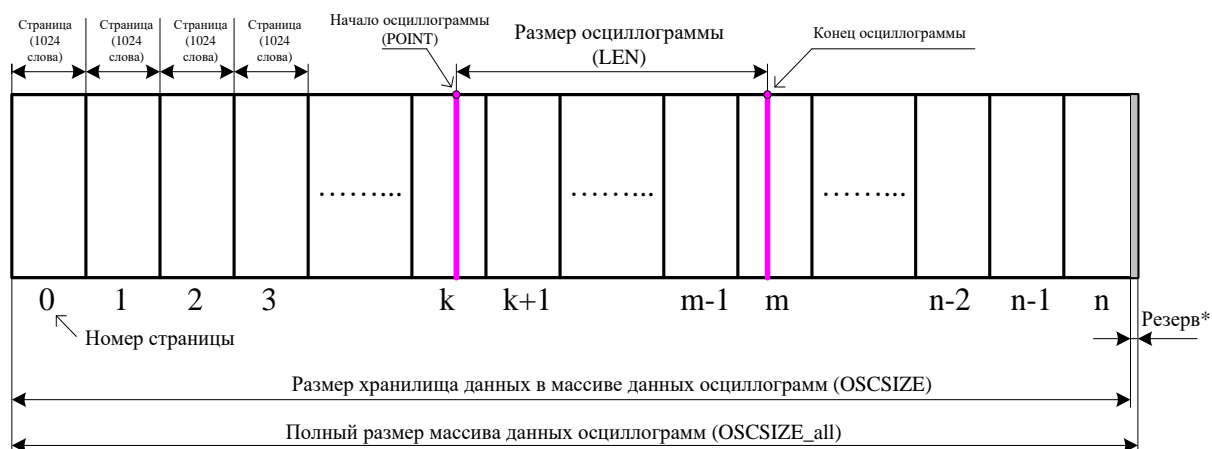
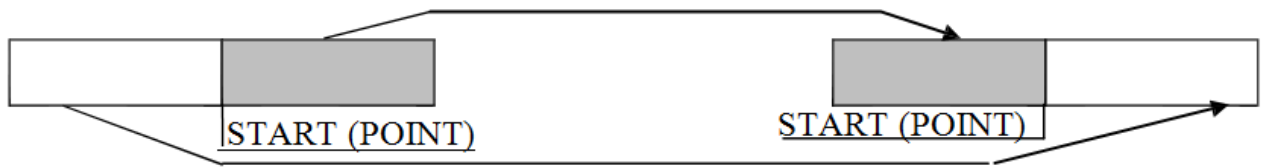

Рисунок 7.5
Рисунок 7.6
– выделить искомую осциллограмму из хранилища данных осциллограмм (рисунок 7.5) и прочесть её содержимое (при чтении осциллограммы выполняется её переворот – рисунок 7.6).